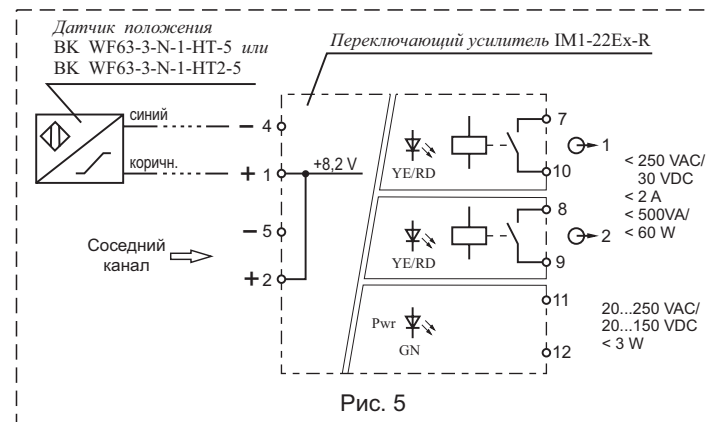

Рис. 5
4.4 Электрический монтаж датчика положения и переключающего усилителя производится в соответствии со схемой рис. 5 и руководством по эксплуатации на датчик положения и переключающий усилитель. Выходное реле переключающего усилителя открывается при срабатывании клапана.
4.5.7 В случае выхода из строя одного из каналов переключающего усилителя произведите переподключение датчика положения на другой (соседний) канал. Съем сигнала с усилителя производится с выхода соседнего канала (см. рис. 5 и паспорт на переключающий усилитель).